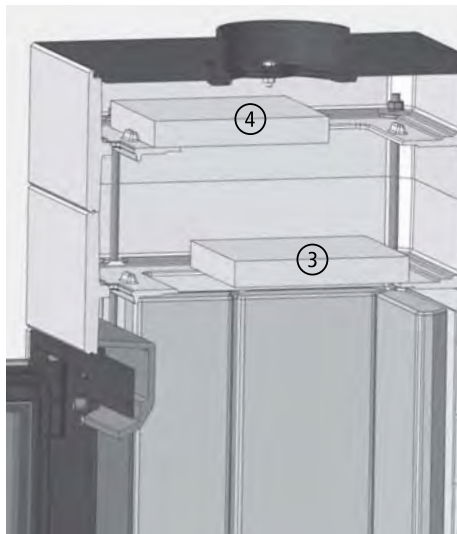

Fig. 3.2 Position des déflecteurs sur le CORNA
- Posez les deux déflecteurs sur le cadre du support en fonte intégré (voir Fig. 3.2),